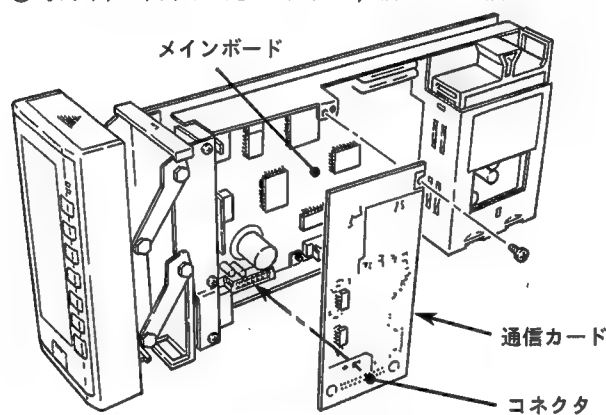

図11.8 通信カードの交換
- ① フロントパネルをスイングアップし、内器を引き出します。
- ② ドライバで取り付けネジを緩めます。
- ③ 通信カードをやや左にずらしながら、右側をねじるようにして手前に引き、取り付けネジより手前にします。
- ④ コネクタ部の左右を持ち、手前に引き抜きます(図11.8参照)。
- ⑤ YSネット通信カードの場合は、さらにメインボードとフラットケーブルで接続されており(下図では省略)、メインボード側のコネクタを引き抜きます。